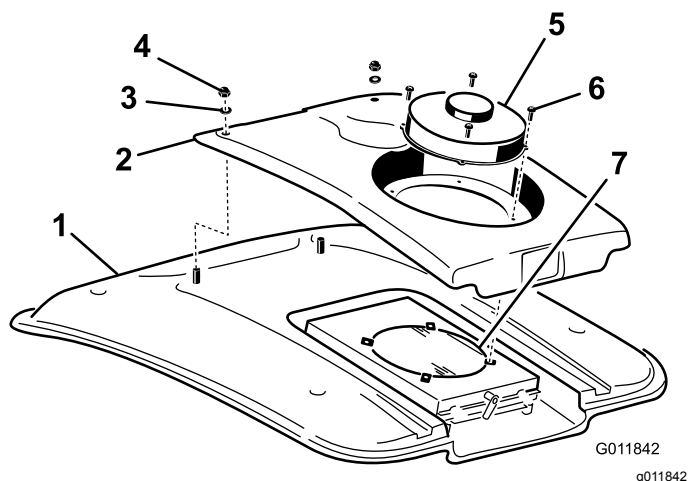

Figura 116
2. Rimuovete le (4) viti che fissano la ventola e il coperchio del condensatore al supporto della ventola (Figura 116).
4. Rimuovete i due dadi e le due rondelle che fissano la parte anteriore del coperchio del condensatore al tetto della cabina (Figura 116).
8. Pulite accuratamente il condensatore dell'aria condizionata con aria compressa (Figura 116).